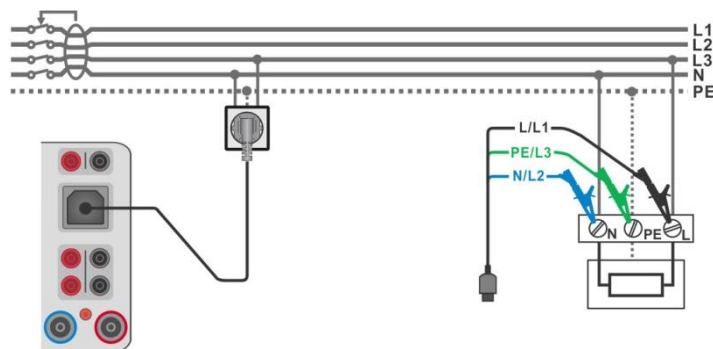

Abbildung 6.85: Z Auto Messung Verbindungen
- Verbinden Sie das 3-drahtige Prüfkabel oder das Steckerprüfkabel mit dem zu prüfenden Objekt, siehe **Abbildung 6.85**.